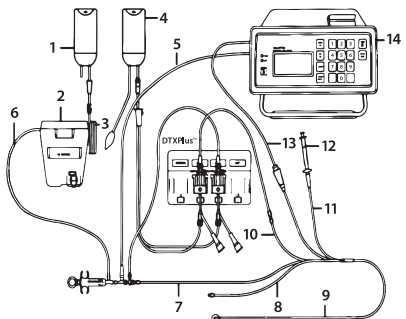

Abbildung 1 Einrichtung des geschlossenen Kreislaufsystems
ZUSÄTZLICHE KOMPONENTEN ZUR EINRICHTUNG (SIEHE ABB. 1)
12. Das Injektat-Sensorgehäuse und die Critikit™-Baugruppe an das vorgefüllte ZVD-Lumen am PA-Katheter anschließen (siehe Abbildung 1). Das Injektionsystem befestigen, um eine minimale Bewegung der Anschlüsse sicherzustellen.
- 19. Das Inline-Sensorkabel (Modell SP4045 oder ein anderes kompatibles Kabel) an das Injektat-Sensorgehäuse anschließen, indem die Federbaugruppe in das Gehäuse geschoben und festgezogen wird (siehe Abbildung 1).